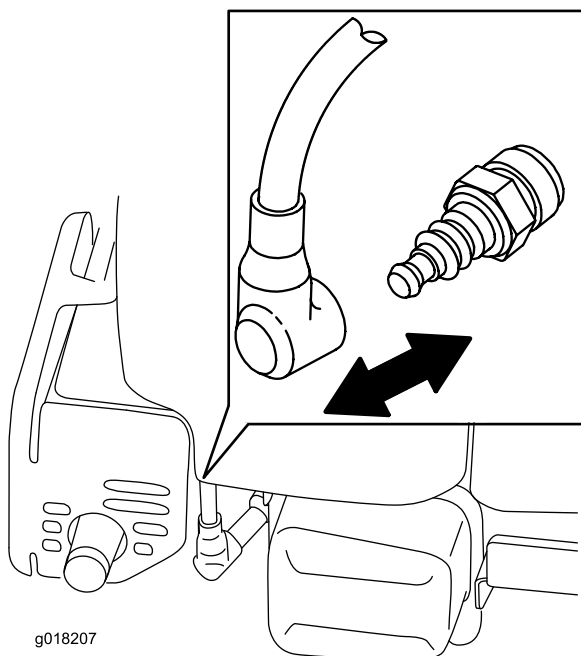

Bild 15
2. Ziehen Sie das Zündkabel von der Zündkerze (Bild 15) ab, bevor Sie Wartungsarbeiten ausführen.